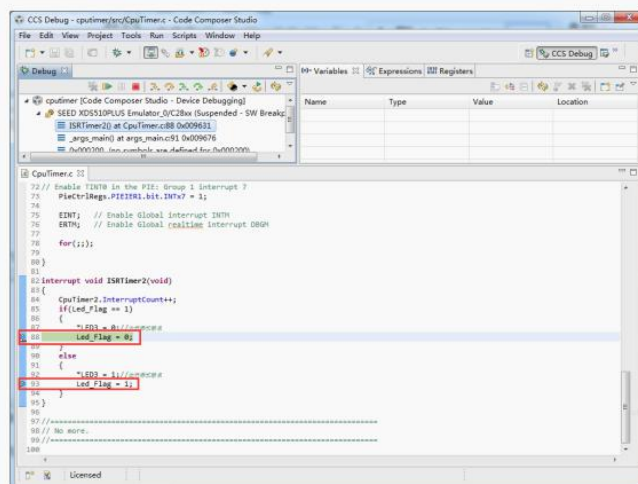

图 3-3
7. 在 CpuTimer.c 程序 88 行 “Led_Flag= 0;” 和 93 行 “* Led_Flag= 1” 处设置断点, 如下图 3-3 所示